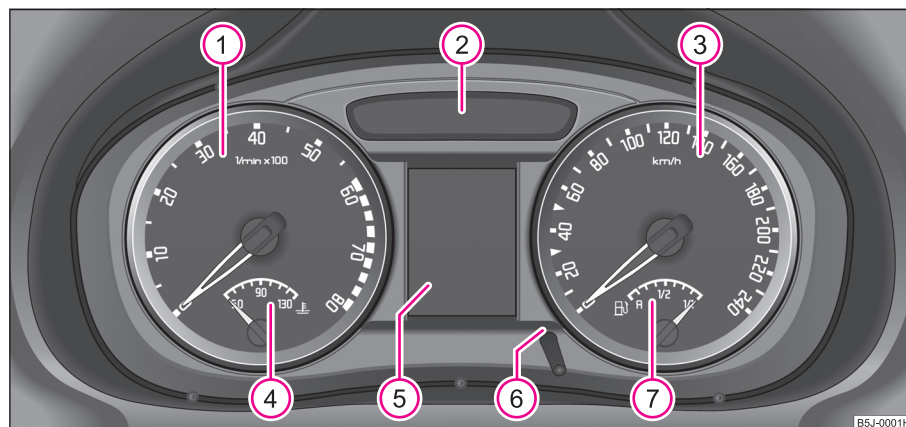

Fig. 2 Combiné
Le début de la zone rouge du compte-tours ① ⇒ fig. 2 indique pour tous les rapports le régime maximum autorisé pour un moteur rodé et à sa température de service. Avant d'atteindre cette zone, vous devriez passer sur le rapport directement supérieur ou choisir la position **D** sur le levier sélecteur de la boîte de vitesses automatique. ►
L'indicateur de température du liquide de refroidissement (4) ⇒ page 9, fig. 2 ne fonctionne que si le contact est mis.
La jauge de carburant (7) ⇒ page 9, fig. 2 ne fonctionne que si le contact est mis.
En appuyant brièvement sur le bouton de remise à zéro (6) ⇒ page 9, fig. 2 vous pouvez passer du compteur journalier sur le totalisateur de la distance parcourue.